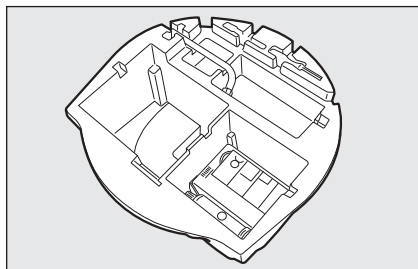

fig. 4
- ☐ prelevare dal bagagliaio il contenitore attrezzi **fig. 4**;